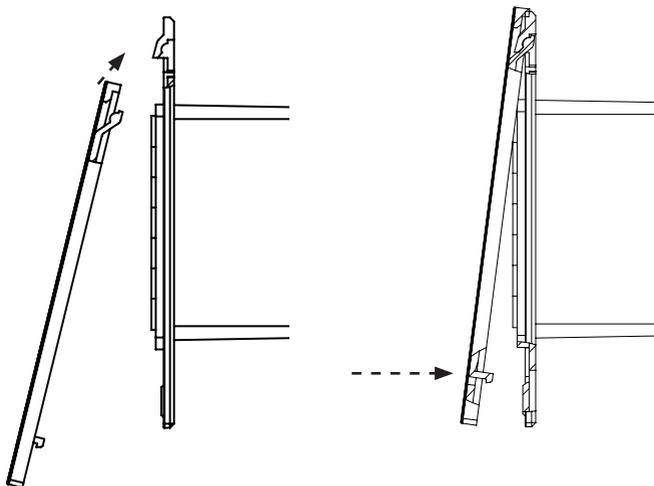

Afb.5 Montage bedieningspaneel Pro D
1. Met bijvoorbeeld een decoupeerzaag de uitsparing 70 x 65 of 60 x 48 mm uitzagen (zie **Afb.5** en **Afb.6**).